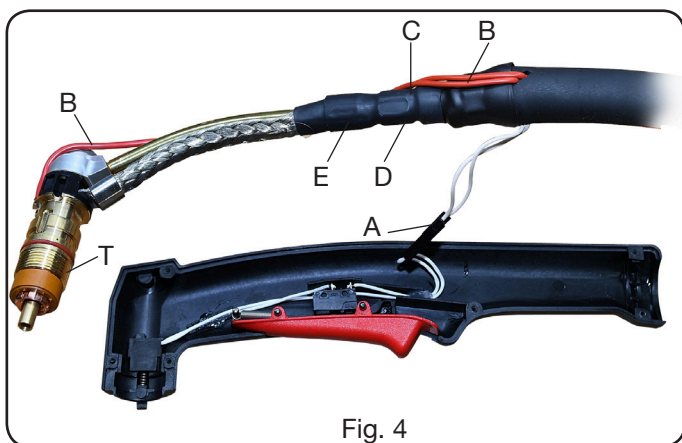
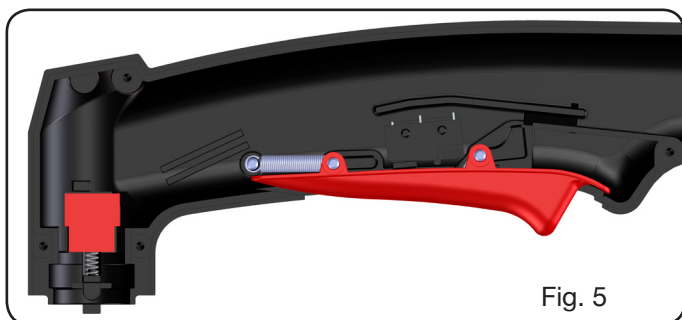

Fig. 4
Fig. 5
- Avec référence à la Fig. 4 soulever le corps de la torche **T** avec câble et couper la connexion **A** (bouton poussoir) et la connexion **B** (arc pilote) et vérifier avec attention que les pièces du groupe bouton poussoir (voir Fig. 5) restent dans leur position originale.
- Relier la connexion **B**, introduire le corps de la torche dans le siège de la poignée et ensuite relier la connexion **A** en la introduisant dans la poignée - voir Fig. 4.
- Avec référence à la Fig. 4. soulever les corps de la torche avec câble et détacher la connexion **A** (bouton poussoir).
- Remplacer la poignée avec bouton poussoir, relier la connexion **A** en l'introduisant dans la poignée, comme indiqué sur la figure 4, et ensuite positionner le corps de la torche avec câble dans le siège de la poignée.